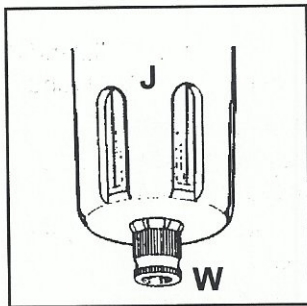

Bild 6
- Das sich im Filter (J) angesammelte Kondenswasser durch die entsprechende Nutmutter (W) ablassen (siehe bild 6).